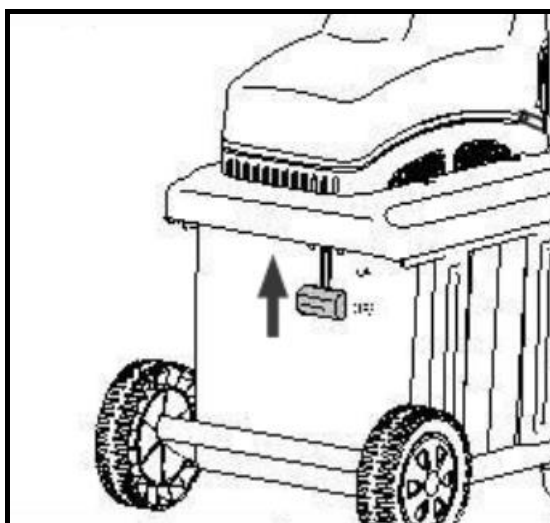

Rys. 8
7. Stojąc umieścić ręce w sposób pokazany na rys. 8. Umieścić blok silnika na ramie podstawy umieszczając cztery wystające wsporniki w czterech wyżłobieniach (A) ramy podstawy.